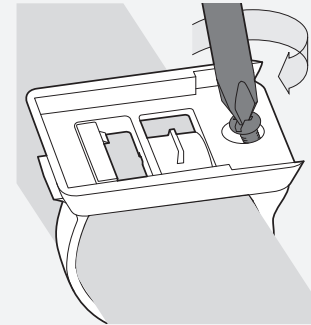

Abbildung 14: Anziehen der Schraube.
6. Setzen Sie die Schraube ein und ziehen Sie sie an, bis sich der Computersockel am Lenker nicht mehr dreht (Abb. 14). Ziehen Sie sie nicht zu stark an.